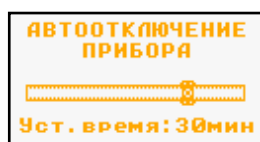

Рисунок 53 – Кадр пункта меню «АВТООТКЛЮЧЕНИЕ»
6.4.11.2 Пункт меню «АВТООТКЛЮЧЕНИЕ» предназначен для настройки времени автоматического отключения электропитания ВАФ при отсутствии нажатия пользователем на клавиши прибора во избежание полного разряда АКБ при неиспользовании прибора (рисунок 53).